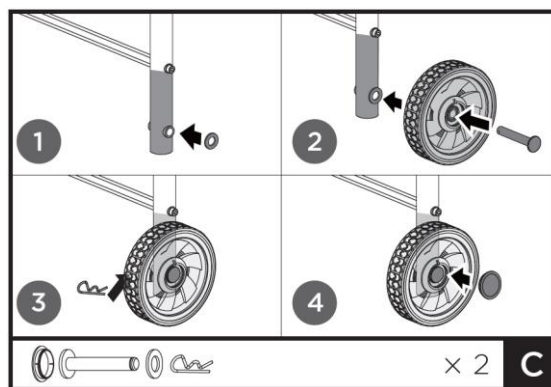

Fig. 4c
4. Fissare le ruote (h) sui tubi di collegamento della gamba posteriore (j), assicurandosi che il lato con due fessure sia rivolto verso l'esterno. Allineare i fori di montaggio e fissare le ruote con bulloni, rondelle e perni a R (C). Infine, fissare i cappucci alle ruote. Vedere la Fig. 4c.